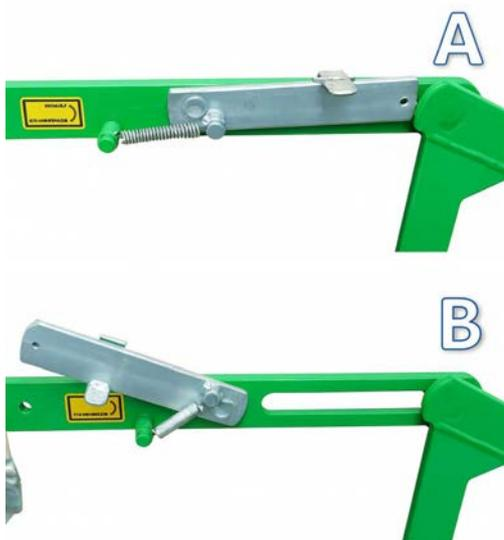

Рисунок 6. Блокировка: А-транспортное положение / В-рабочее
3. В версии со штангами установите блокировку в рабочее положение (рис. 6В).